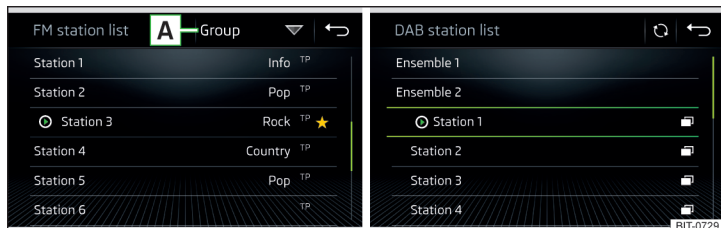

Fig. 180 Exemple de liste de stations disponibles FM/DAB
- Pour **trier** (FM) les stations dans l'ordre alphabétique, par groupe ou par genre, appuyez sur la touche **A** » fig. 180 » **!**.
- Pour **filtrer** les stations selon le type de programme (par ex. culture, musique, sport, etc.), dans la liste des stations FM (lorsque la fonction RDS est activée) et DAB (lorsque le tri alphabétique des stations est activé), appuyez sur la touche de fonction **A** » fig. 180.
- Pour la **mise à jour automatique**, appuyez sur la touche **⏮** » fig. 180.